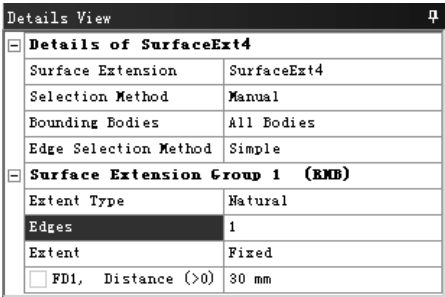

图 3.5.15 “Details View” 对话框
- 步骤 02** 选择命令。选择 **Tools** → **Surface Extension** 命令，系统弹出图 3.5.15 所示的 “Details View” 对话框。